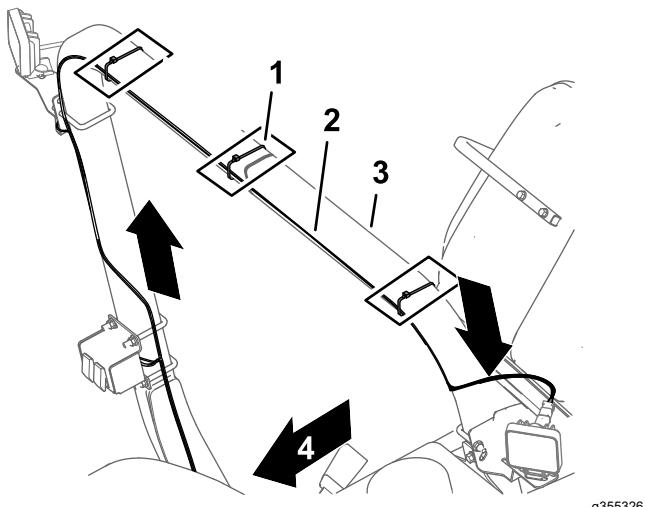
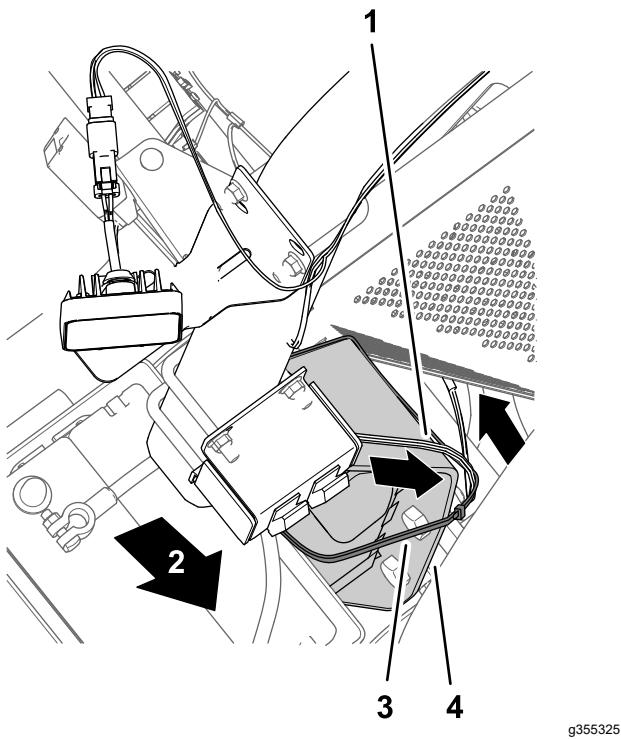
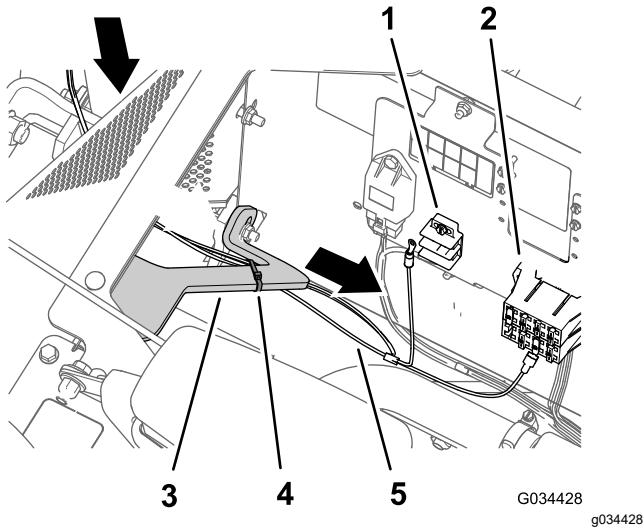

Figura 13
Figura 14
Figura 15
- Negli interruttori, disponete la diramazione del cablaggio preassemblato con il connettore a 2 prese verso l'alto e trasversalmente sulla parte posteriore del tubo del ROPS orizzontale, come illustrato nella Figura 13.
- Negli interruttori delle luci, disponete la diramazione del cablaggio preassemblato con il morsetto a presa e il morsetto ad anello verso il basso e in avanti come illustrato nella Figura 14 e nella Figura 15.
Nota: Disponete il cablaggio preassemblato per il kit luci operative posteriori lungo il cablaggio preassemblato della macchina (Figura 15).
fascette per cavi, come illustrato nella Figura 13, Figura 14 e Figura 15.
Nota: Legate insieme il cablaggio in eccesso all'altezza del supporto della base del sedile, e fissate il fascio del cablaggio con una fascetta per cavi come illustrato nella Figura 15.